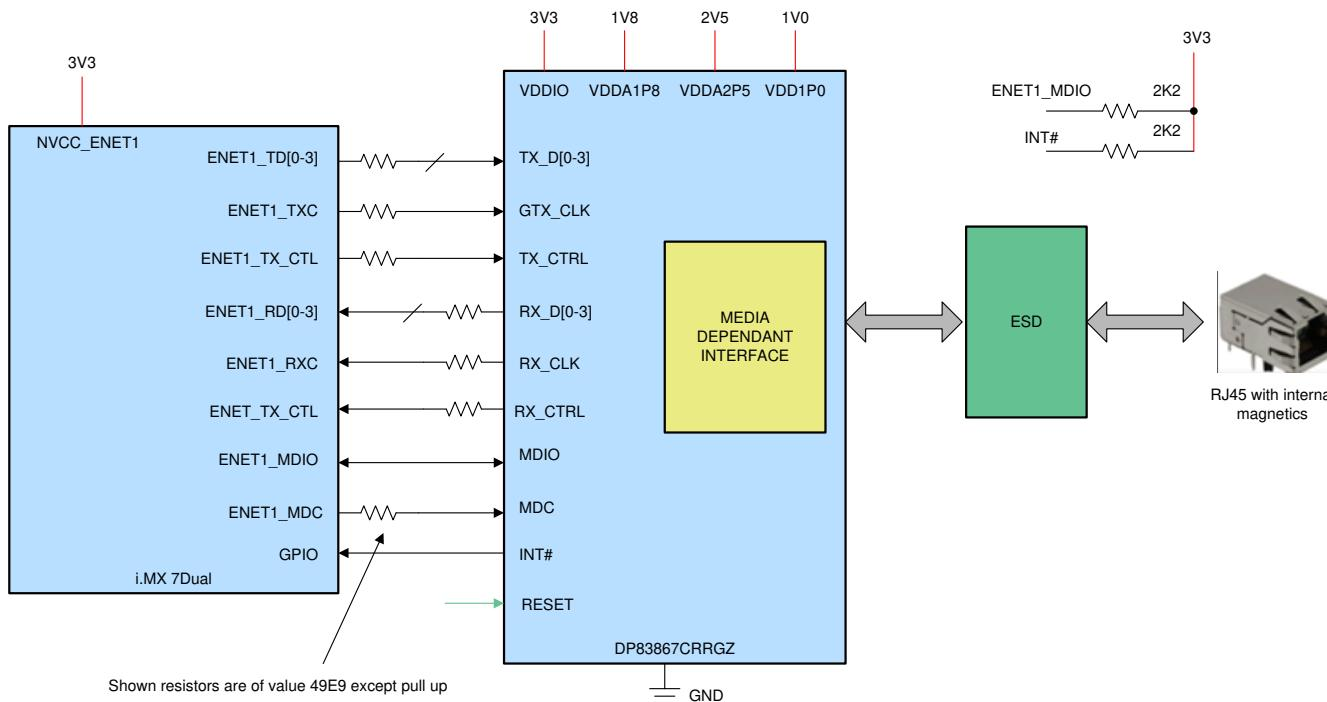

図 2-14. DP83867CR PHY とのイーサネットインターフェイス
i.MX 7Dual プロセッサは、デュアルイーサネット PHY インターフェイスをサポートしていますが、この設計ではギガビットイーサネットを 1 つだけ使用しています。このリファレンス デザインで使用されている 1000Base-T PHY は DP83867CR デバイスです。プロセッサとのインターフェイスは RGMII を経由し、MDI/MDIO も接続して PHY を管理します。MDI を Cat5e ケーブルに接続するために、Pulse Electronics 製の内部磁気素子を備えた RJ45 を使用しました。図 2-14 にイーサネットインターフェイス接続を示します。